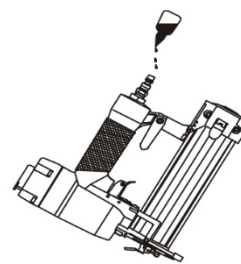

Fig 2
1. Sprawdź, czy narzędzie wymaga smarowania. W razie potrzeby zaaplikuj dwie krople oleju na złącze pneumatyczne, zobacz rys. 2. Jeśli używasz naolejacza, sprawdź poziom oleju.